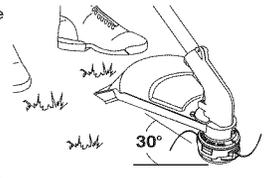

Fig. 15
1. Alinee las flechas de la perilla del cabezal de corte con los ojetes de la bobina exterior, si ya no están listos (Fig. 15)